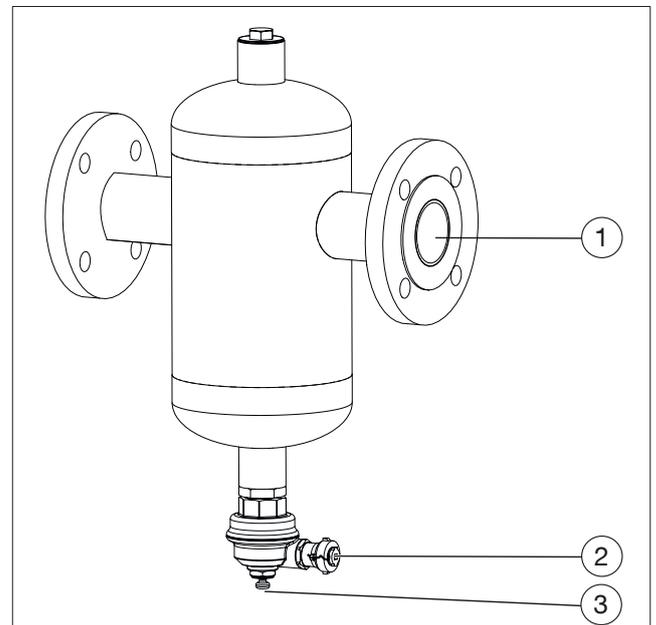

Abb. 2: Configuration
- Les œillets disposés sur le séparateur de boues servent à faciliter le montage lors du levage (voir Abb. 2 et Abb. 7).